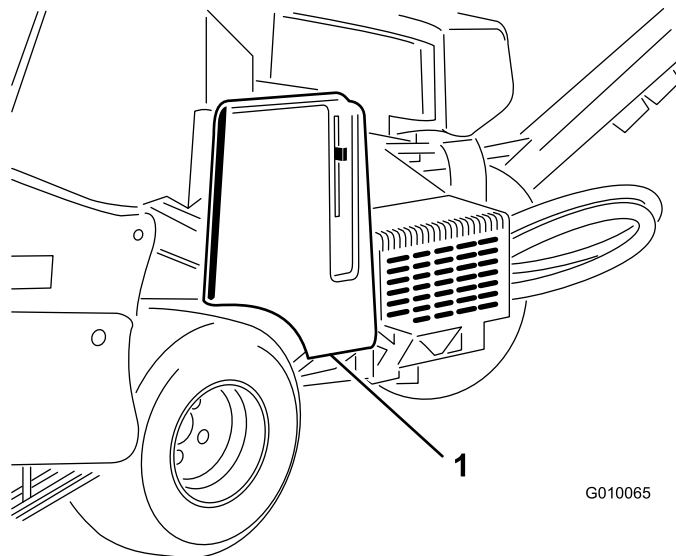

図 55
1. ベルト・カバーのラッチを外し、カバーを取り外す (図 55)。
1. ベルト・カバーのラッチを外し、カバーを取り外す（図 55）。